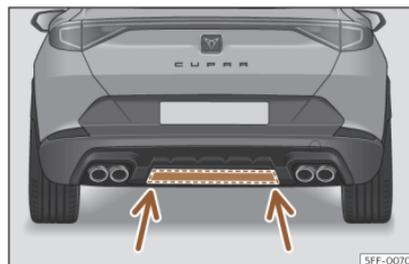

Fig. 86 Zone di rilevamento del sensore inferiore
- Se il portellone posteriore non si apre, ripetere la procedura dopo alcuni secondi. Potrebbe non essere stata raggiunta la zona di rilevamento del sensore inferiore» **fig. 86**.